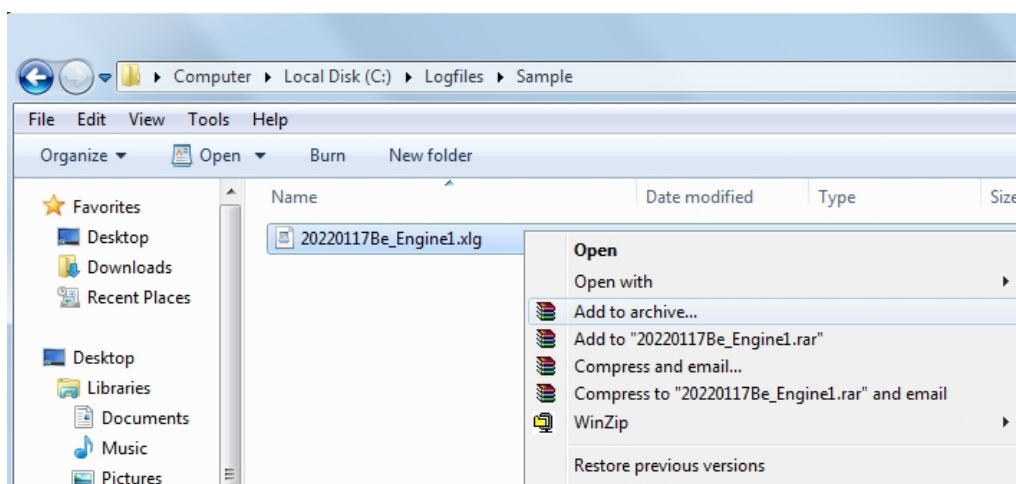

Fig. 6.2 Captura de pantalla del explorador con el menú de compresión
- 1) Haga clic con el botón derecho del ratón en el archivo de datos que desee comprimir. Debe aparecer un menú (véase la Fig. 6.2).